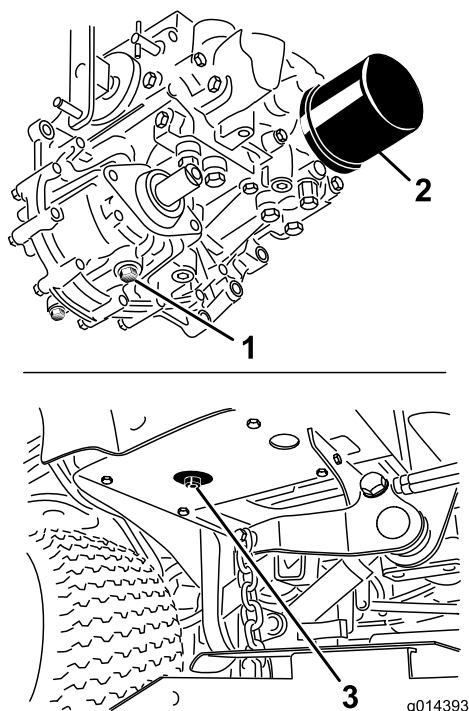

図 90
- 油圧オイルタンクとトランスミッションケースの下にオイルを受ける大型の容器を置き、それぞれのドレンプラグを外してタンク内のオイルを完全に排出、回収する(図 90)。
- 油圧オイルフィルタ取り付け部の周辺をウェスできれいに拭き、フィルタを外す (図 90)。